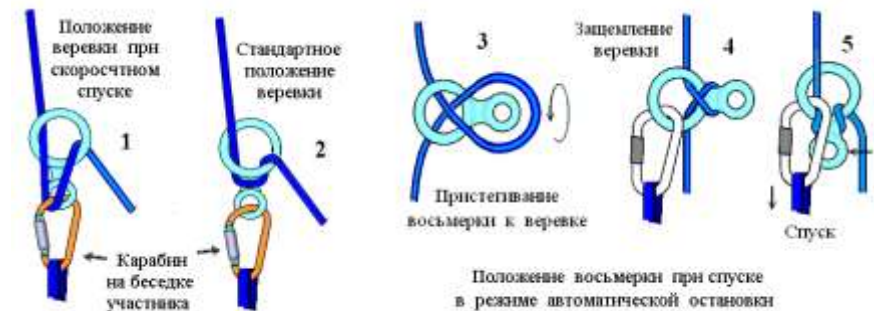

Рис. 18
- Верхняя страховка участника с грузом осуществляется **через шейку восьмерки**. Восьмерка закрепляется на пункте страховки или на беседке страхующего участника. В последнем случае веревка должна иметь перегиб на карабине пункта или на верхнем карабине маршрута страхуемого. Руки страхующего участника должны быть без рукавиц и удерживают веревку по разную сторону от восьмерки (Рис.18, п-2).